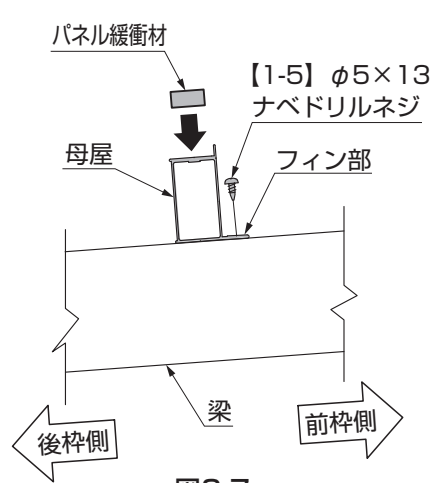

図3-7
④前枠を梁に【1-5】で取付けてください。(図3-7、3-8参照)